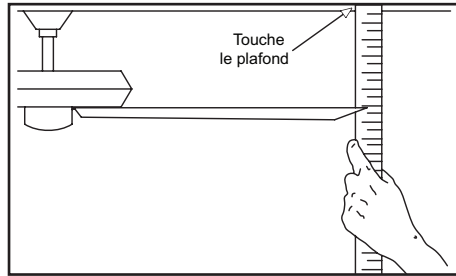

Figure 14
2. La plupart des problèmes d'oscillation sont causés par la hauteur inégale des pales. Vérifiez la hauteur des pales en choisissant un point au plafond, au-dessus de l'extrémité de l'une des pales. Mesurez la distance entre un point au centre de chaque pale et ce point au plafond. Mesurez cette distance de la façon illustrée à la Figure 14. Faites tourner le ventilateur pour que la pale suivante soit en position pour la mesure. Répétez pour chaque pale. Les écarts de mesures devraient être inférieurs à 3,17 mm. Faites fonctionner le ventilateur pendant 10 minutes.